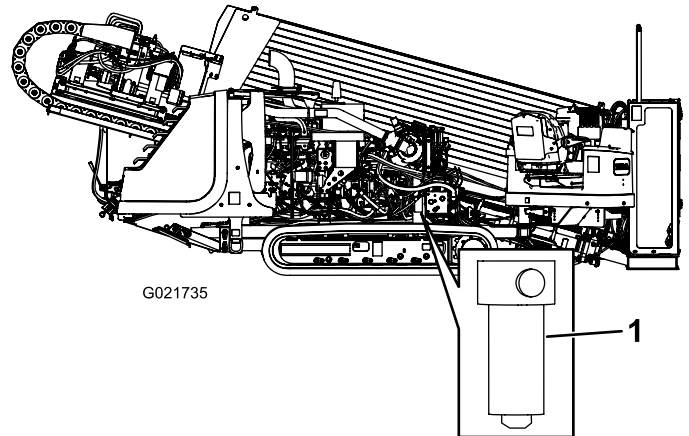

Figure 146
4. À l'aide d'une clé pour filtre, déposez le filtre de pression hydraulique (Figure 146).